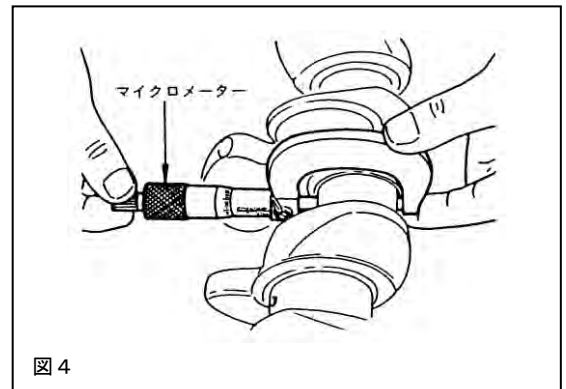
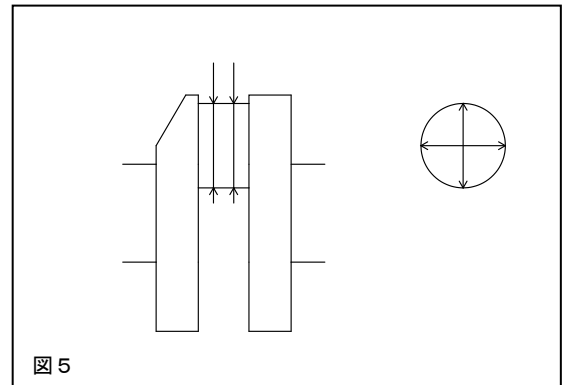

図4
図5
- 2.5 図4、図5を参照し、クランクシャフトのピン径をマイクロメータを使用して測定してください。